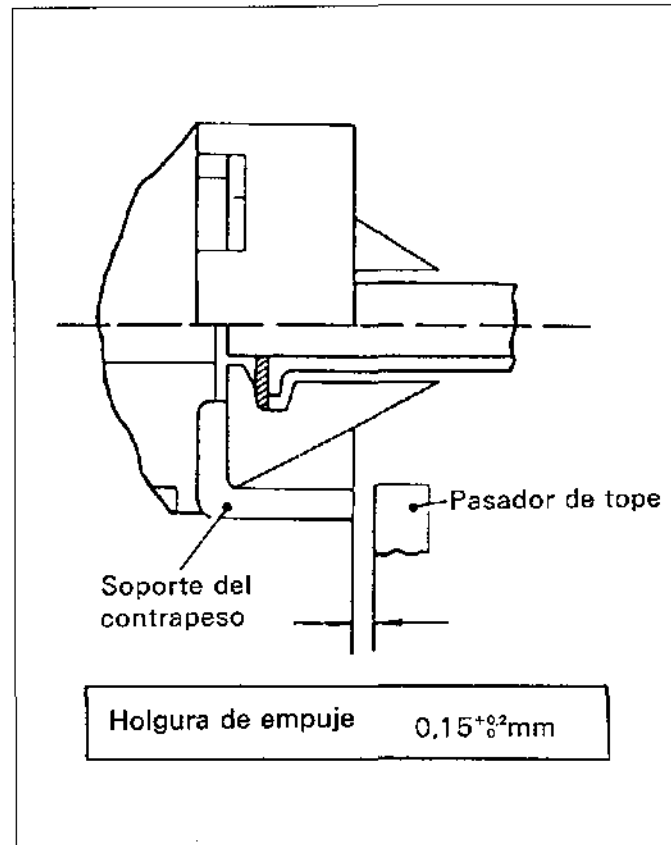

Figura.14-46 Conjunto del contrapeso
(4) El soporte de contrapeso debe instalarse con una holgura de empuje de (0,15 - 0,35mm) entre el mismo y el pasador de tope. Esta holgura debe mantenerse en todos los puntos del soporte al girar. (Vea la figura.14-46 y 14-47)